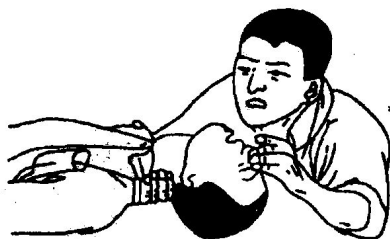

图 1-1-13 放开嘴鼻换气
c. 将嘴离开,放松捏着鼻子的手,让气体从触电者肺部排出,如图 1-1-13 所示。